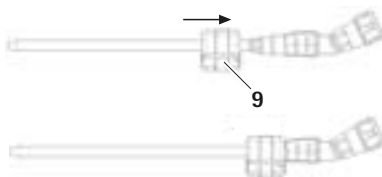

Fig. 3 Bloc d'insertion avec pince de verrouillage enfoncée
- Maintenir pressée la pince de verrouillage 9 du bloc d'insertion 4 et pousser ce dernier par-dessus la pièce à main pour fraise 6, voir Fig. 3.